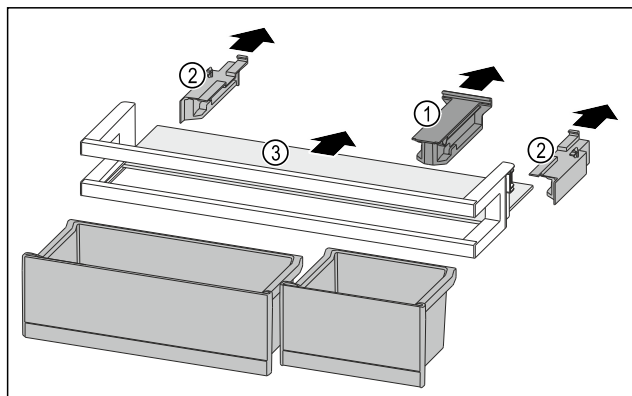

Fig. 258
- Снимите крепление Fig. 258 (1).
- Снимите боковые части Fig. 258 (2).
- Извлеките съемную полку Fig. 258 (3).